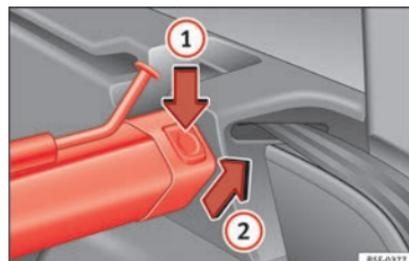

Fig. 169 En el maletero: desmontar la red de separación.
- Presione la tecla de desbloqueo izquierda o derecha » fig. 169 ① en el sentido de la flecha ①.
- Extraiga la carcasa del soporte en el sentido de la flecha » fig. 169 ②.
- Presione la carcasa en los soportes izquierdo y derecho en el sentido contrario al de la flecha » fig. 169 ② hasta que encaste.